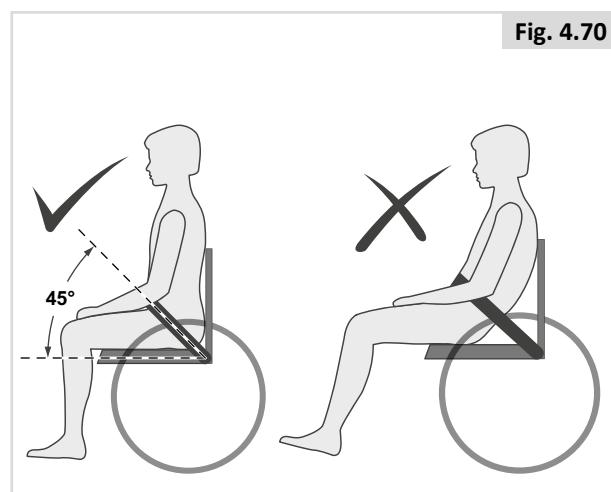

Fig. 4.70
- Generelt bør hofteselen være monteret sådan, at remmene sidder i en vinkel på ca. 45° i forhold til sædet (Fig. 4.70), og når selen er justeret korrekt, bør det ikke være muligt for brugeren at glide ned i sædet.